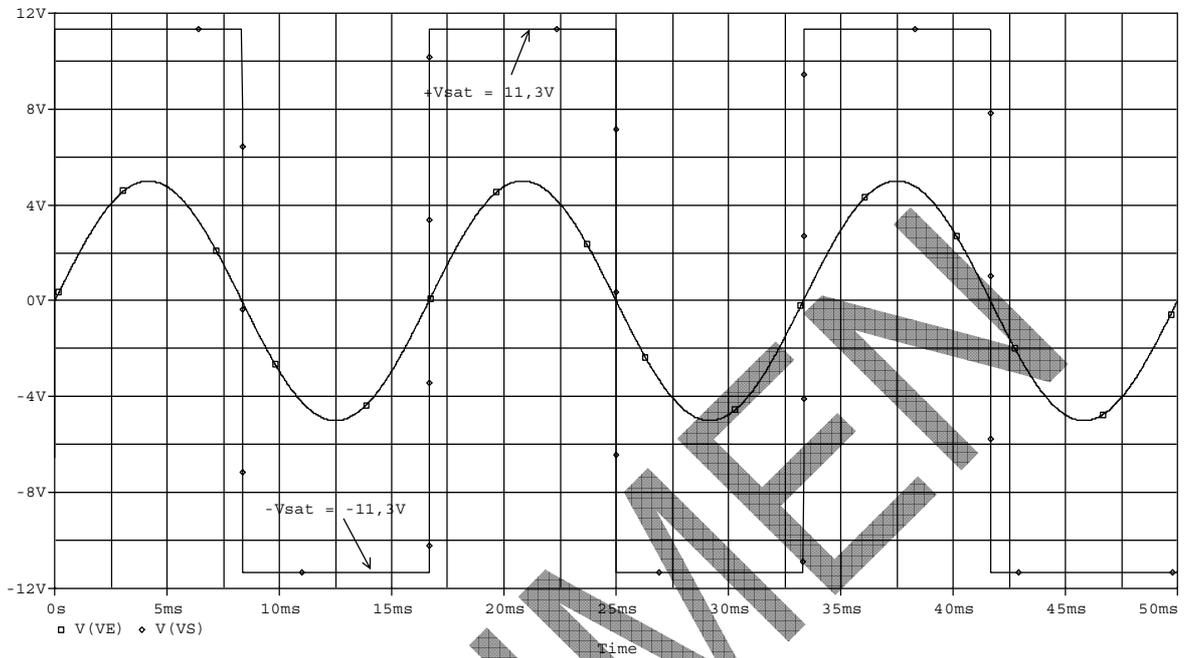

fig.2 $V_{ref} = 0$
- 7.3.1.1 Réaliser le schéma de la figure 2.a, observer les formes du signal V_s en fonction de $V_{réf}$.